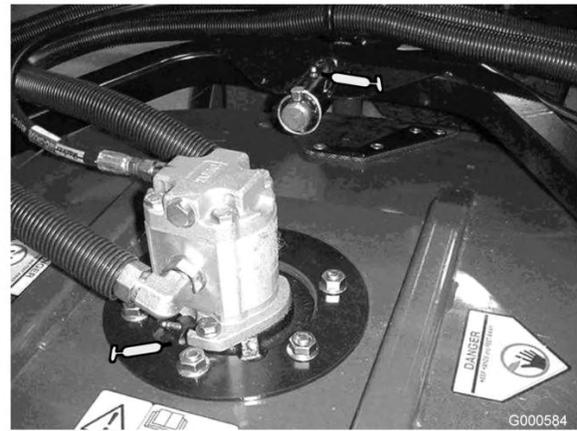

Figura 28
- Cojinetes de los ejes de las unidades de corte (1Figura 28 por unidad de corte) ().
- Casquillos de los brazos de las unidades de corte (1 por unidad de corte) (Figura 28).